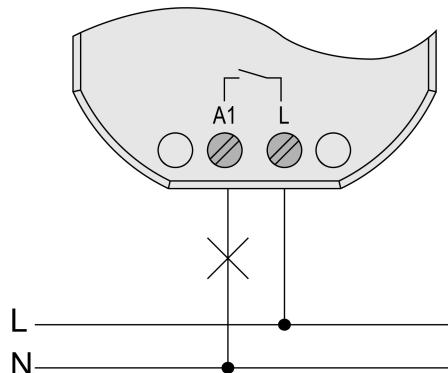

Imagen 5: Conexión de la carga
- Conectar la carga según el ejemplo de conexión (Imagen 5).